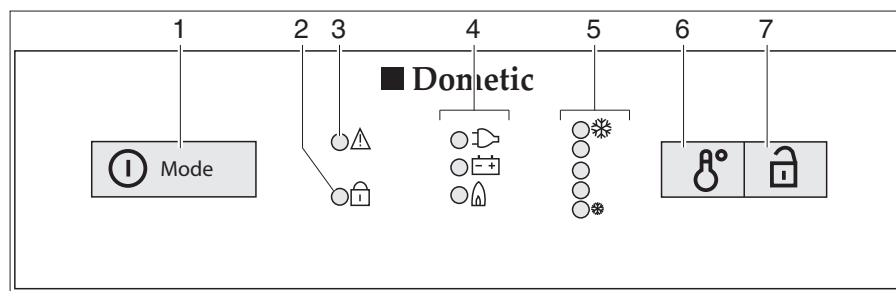

Fig. 134 Elementos de mando para el frigorífico (Dometic de la serie 8 con MES)
- Pulsar el conector/selector de energía (Fig. 134,1) 2 segundos para conectar el aparato. Se enciende el LED del último modo de funcionamiento elegido.
- Si es necesario, pulsar el conector/selector de energía (Fig. 134,1) brevemente varias veces, hasta que el piloto Gas "🔥" se enciende. El suministro de gas está abierto. El encendido se realiza automáticamente. Se oye un sonido de tic-tac hasta que el proceso de encendido se haya llevado a cabo con éxito.
- Ajustar la temperatura de refrigeración con el conmutador para el ajuste de temperatura (Fig. 134,6).
- Si es necesario, pulsar el conector/selector de energía (Fig. 134,1) brevemente varias veces, hasta que el piloto 230 V "⏏" se enciende.
- Si es necesario, pulsar el conector/selector de energía (Fig. 134,1) brevemente varias veces, hasta que el piloto 12 V "⏏" se enciende.